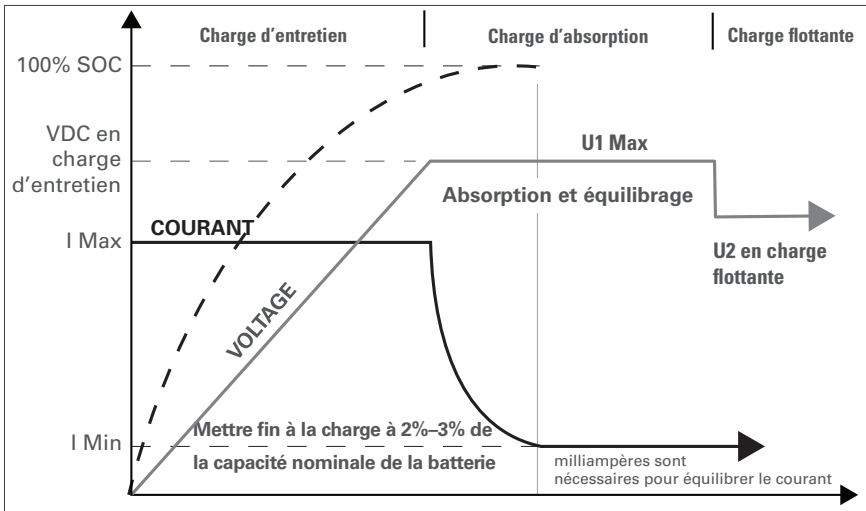

Figure 8. Graphique de charge.
**Utiliser un chargeur lithium LiFePO4.** Utiliser un chargeur adapté, avec un algorithme de charge LiFePO4 qui correspond au profil de charge et aux paramètres de la batterie DLB. Pour les paramètres de charge, voir le **tableau 2-1. Spécifications électriques de la batterie DLB** et **figure 8 Graphique de charge de la batterie DLB**.
- **Possible.** La charge à court terme avec un chargeur plomb-acide n'est possible que si les tensions en charge d'entretien et d'absorption sont égales ou inférieures à la tension en charge d'entretien. Voir le **tableau 2-1. Spécifications électriques de la batterie DLB pour les paramètres de charge** et la **figure 8 Graphique de charge de la batterie DLB**.